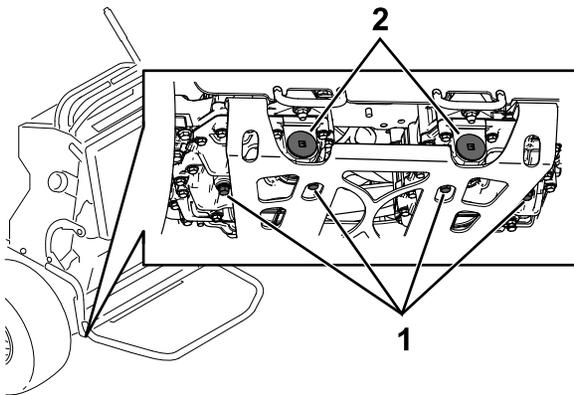

Figura 85
5. Localize o tampão de escoamento na parte inferior de cada transmissão e coloque um recipiente de escoamento debaixo dos tampões (Figura 85).